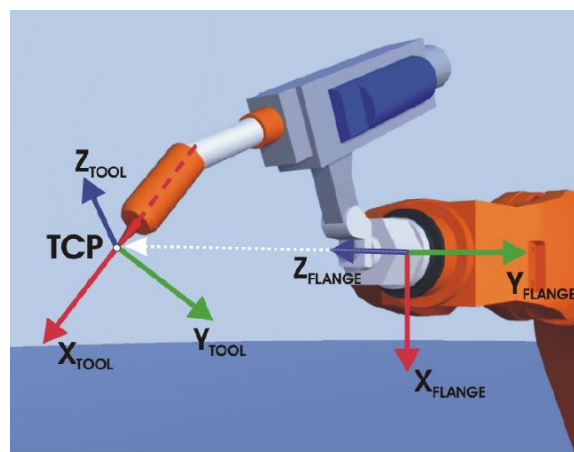

Figure 3 : repère de la flasque (*flange*) (R_7) et repère de l'outil (*tool*) (R_T) complexe.
B) **Dans le cas d'outil complexe**, il s'agit de déterminer le repère Outil dans son ensemble (sa position, mais également son orientation) par rapport au repère R_7 , voir la figure 3. Pour cela, en plus d'une méthode permettant de déterminer la position du repère Outil, les constructeurs de robots proposent une méthode, également basée sur la mesure de points, pour déterminer son orientation.